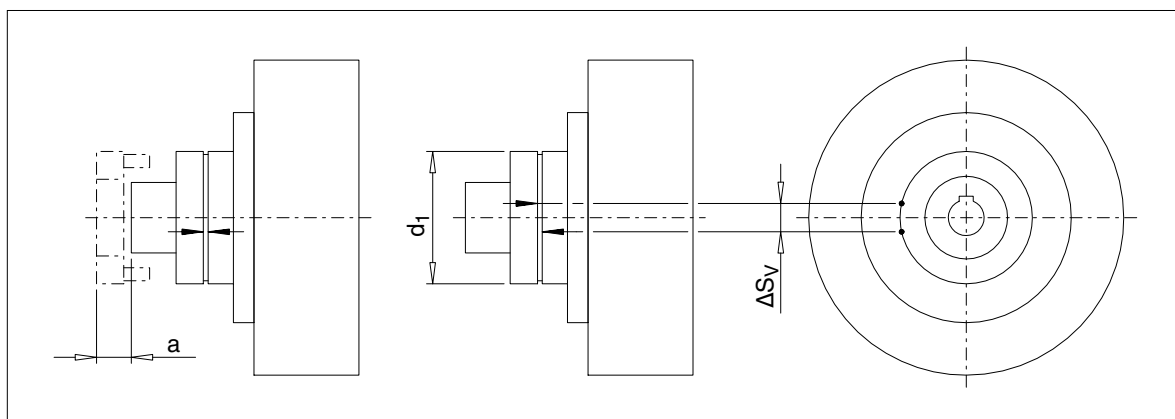

Рис. 13: Сроки технического обслуживания пристраиваемой муфты N-EUPEX
Эластичные пакеты (12) могут находиться в эксплуатации до достижения условного предела износа. Для оценки износа, в таблице 9 приводится разрешенный люфт кручения, перерасчитанный на размер хорды ΔS_V у внешнего диаметра муфты. Для определения размера ΔS_V нужно повернуть муфтовую часть без момента вращения вплоть до упора и нанести с двух сторон метку (смотри рис. 13). Путем поворачивания муфтовой части в противоположную сторону вплоть до упора метки расходятся. Расстояние между метками является хордовым размером ΔS_V . Если размер ΔS_V превышает приведенное в таблице 9 значение, то нужно заменить пакет (12).
У типов "FGD" и "FVD" замена пакетов (12) без перемещения соединенных машин возможна только с учетом заменяемого размера "а" (смотри таблицу 9 и рис. 13 в пункте 10.3). После освобождения винтового соединения частей 2/3 частей 3 перемещается аксиально и поворачивается к части 2. Пакеты (12) становятся полностью доступными.